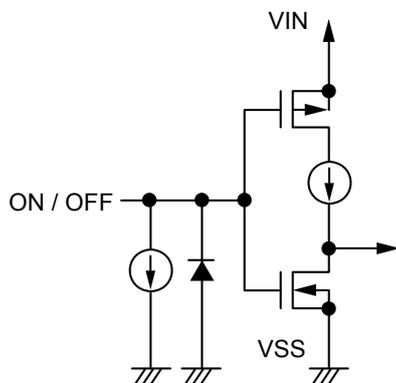
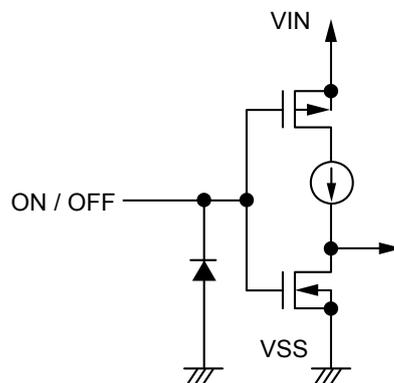

图18 S-1313系列A / C型
图19 S-1313系列B / D型
ON / OFF端子的结构如图18、图19所示。
*1. 将ON / OFF端子连接到VIN端子上进行工作时，S-1313系列A / C型产品的消耗电流中，流入0.1 μA (典型值) 恒定电流的电流流量会增多，务请注意 (请参阅图18)。